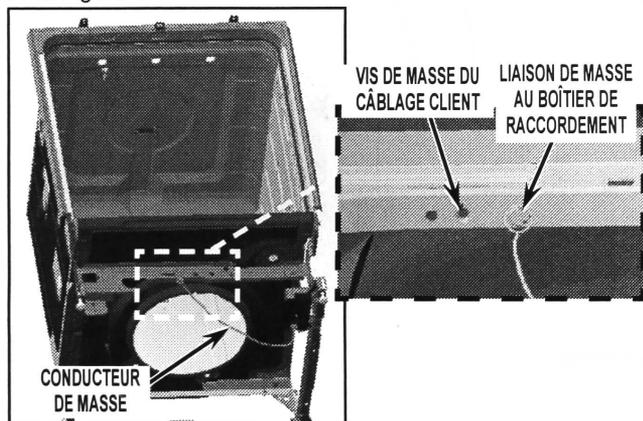

FIGURE 1
Voir la Figure 1.
- **Intervention sur un lave-vaisselle du nouveau style** : Si le lave-vaisselle objet de l'intervention possède un boîtier de raccordement éloigné de la traverse, le câble de liaison de la masse au boîtier de raccordement livré avec cette cuve de recharge neuve n'est pas nécessaire (ce conducteur existe déjà sur le câblage du client) et peut être retiré. Veiller à rebrancher tous les conducteurs de masse du câblage du client à la nouvelle cuve (et aux nouveaux composants) tels qu'ils étaient dans le lave-vaisselle d'origine, y compris le conducteur de masse au boîtier de raccordement. Voir la Figure 1.
- **Intervention sur un lave-vaisselle de l'ancien style** : Les lave-vaisselle de l'ancien style possèdent un boîtier de raccordement intégré. Le conducteur de masse de cette cuve de recharge neuve sert à relier son boîtier de raccordement au châssis du lave-vaisselle et doit rester en place. Le conducteur de masse du câblage du client doit être vissé dans le deuxième orifice pour vis de masse de la traverse, à côté de celui servant à la liaison de la masse au boîtier de raccordement. Veiller ensuite à rebrancher tous les conducteurs de masse du câblage du client à la nouvelle cuve (et aux nouveaux composants) tels qu'ils étaient dans le lave-vaisselle d'origine. Voir la Figure 1.